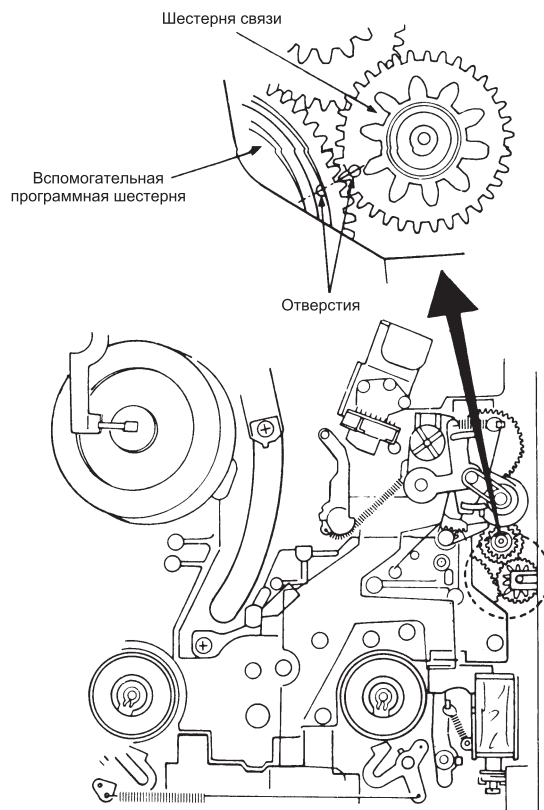

Рис. 11. Установка шестерни связи
7. Устанавливают шестерню связи так, чтобы маленькое отверстие в ней находилось напротив маленького отверстия во вспомогательной программной шестерне, как показано на рис. 11. При этом следует убедиться, что вспомогательная программная шестерня установлена правильно (см. п. 1).